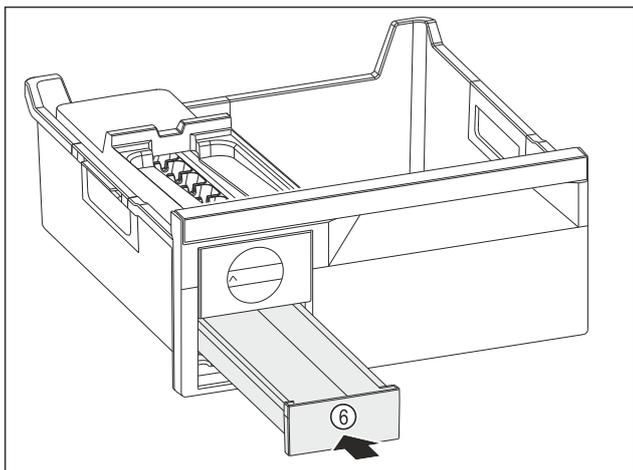

Fig. 83
► Inserați sertarul pentru cuburi de gheață Fig. 83 (6).